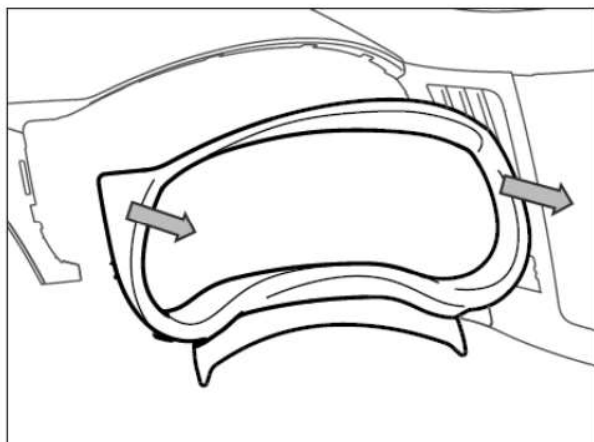

图 1.5.10 组合仪表罩板拆卸示意图
- (1) 拆卸该产品时不建议用一字螺丝刀等工具拆卸, 会破坏产品外表面。
- (2) 双手放在图 1.5.10 所示箭头位置, 沿箭头方向缓慢拔该零件直至装配处结构都脱开。